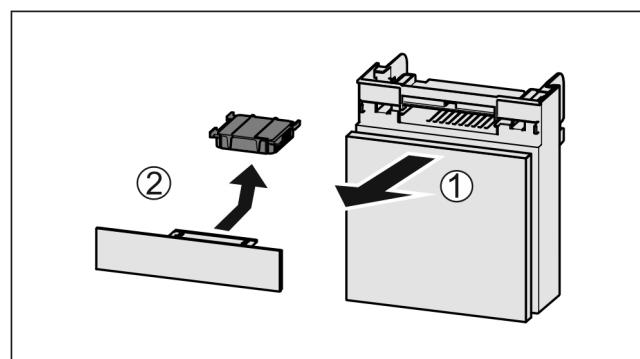

Fig. 42
- Vytiahnite zásuvku smerom dopredu Fig. 42 (1).
- Vyberte aktívny uhlíkový filter Fig. 42 (2).